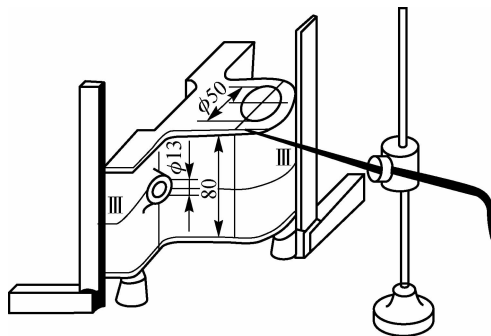

图 1-25 划螺钉孔中心线及大端面加工线
③再翻 90° ,用直尺两个方向找正划螺钉孔、另一方向的中心线及大端面加工线,如图 1-25 所示。